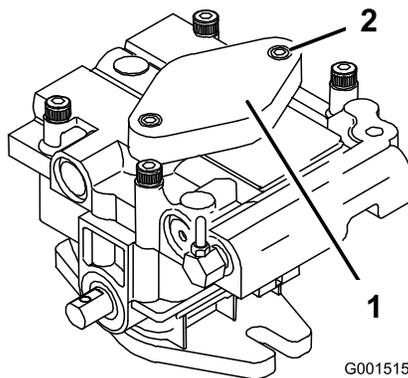

Figure 62
7. Pour amorcer la pompe de charge, desserrez 2 vis à six pans à tête creuse (Figure 62) de seulement un tour et demi. Le moteur doit être arrêté. Soulevez le corps de pompe de charge et attendez que l'huile s'écoule régulièrement dessous. Serrez les vis à tête. Effectuez cette procédure pour les deux pompes.